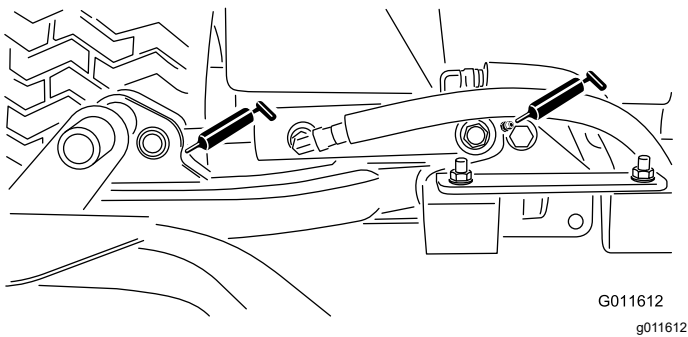

Figure 40
- Vérins des bras de levage des unités de coupe (x 2) – Figure 40
- Pivots des bras de levage (x 1) – Figure 40